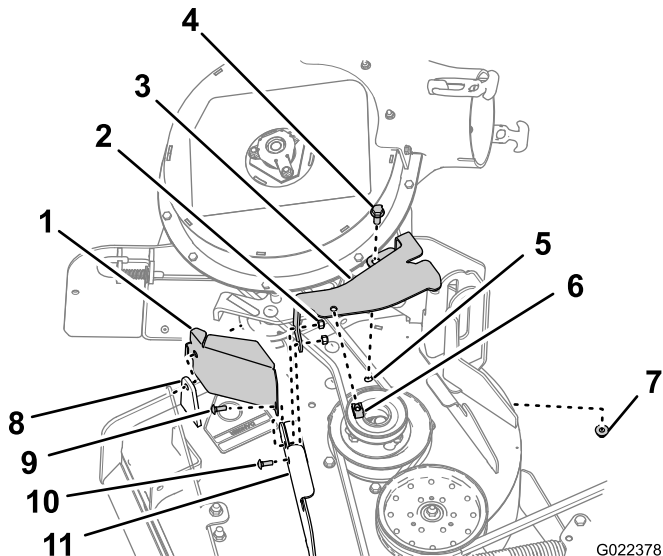

図 6
1. CE プーリガードについている穴を、前側デフレクタについている穴および前側デッキフランジの外側の穴に合わせる（図 6）。
2. CE ベルトカバーブラケットを、前デッキフランジの裏側の穴に合わせる（図 6）。
3. CE プーリガードとベルトカバーブラケットを、前側デッキフランジの外側穴に取り付ける； ベルトカバーブラケットを取り外す（ページ 3）のステップ1で取り外したキャリッジボルト（1/4 x 1 インチ； CE キット）とロックナット（1/4 インチ； プロアキット）を使用する。図 6を参照。
4. ベルトカバーブラケットを、前側デッキフランジの内側穴に取り付ける； ベルトカバーブラケットを取り外す（ページ 3）のステップ1で取り外したキャリッジボルト（1/4 x 3/4 インチ； プロアキット）とロックナット（1/4 インチ； プロアキット）を使用する。図 6を参照。
5. CE ベルトカバーブラケットの後フランジについている穴を、デッキの穴（カバー取り付けブラケットを外す（ページ 3）のステップ1で OEM ベルトカバーブラケットを取り外したときの穴）に合わせる：図 6を参照。
6. CE ベルトカバーブラケットの後フランジを、デッキに固定する； カバー取り付けブラケットを外す（ページ 3）のステップ1で取り外した六角ヘッドボルト（3/8 x 1 インチ）とフランジナット（3/8 インチ）を使用する；図 6を参照。
7. クリップナットを、CE ベルトカバーブラケットの上部にある穴に合わせ、ブラケットに押し込む（図 6）。